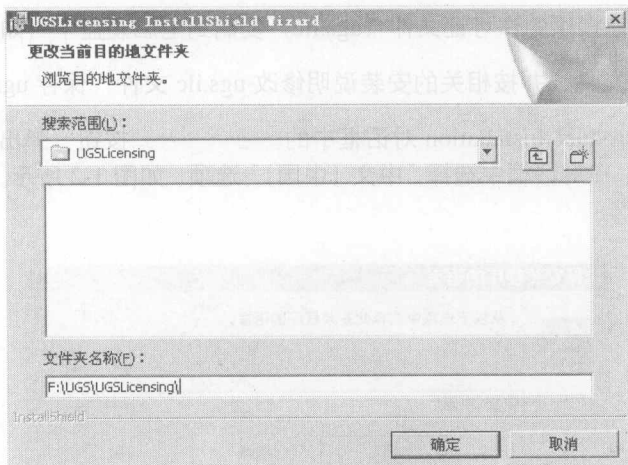

图 1-4 选择许可证安装目录
6. 程序提示更改当前目录的目的地文件夹。此时可以参照程序默认的许可证安装目录, 也可以根据需要选择许可证的安装目录。确认文件夹后单击对话框中的 确定 按钮, 如图 1-4 所示。